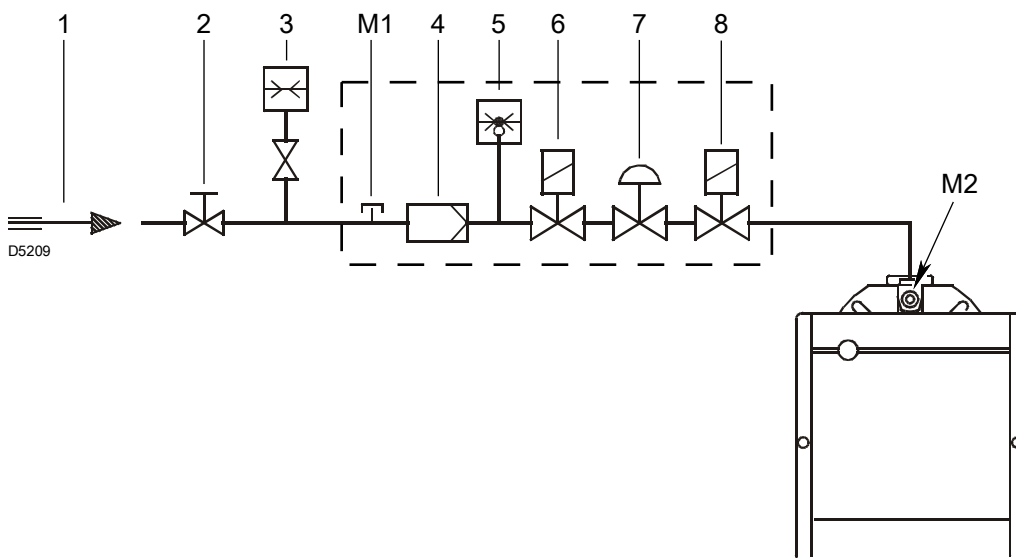

图 16
图例（图 16）
测试点 M2) 测量的燃气压力 (图 16) , 此时：
- 从测试点 M2) 压力减去燃烧室中压力 (图 16) 。
$$\begin{aligned} \text{测试点 M2) 燃气压力 (图 16)} &= 10 \text{ 毫巴} \\ \text{燃烧室内压力} &= 2.2 \text{ 毫巴} \\ 10 - 2.2 &= 7.8 \text{ 毫巴} \end{aligned}$$
在所要的燃烧器工作的最大调制输出已经固定的情况下计算 测试点 M2) 所需的燃气压力 (图 16)：
- 在右边的栏 1，读取插口 M2) 处的压力 (图 16) 。
测试点 M2) 所需的压力 (图 16) 。